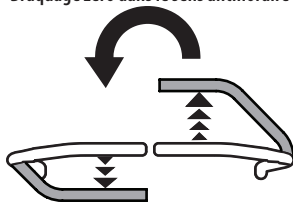

Fig. 28
- Pour tourner dans le sens antihoraire, déplacez le levier de contrôle droite de la barre abdominale vers l'avant tout en déplaçant simultanément le levier de contrôle de la barre abdominale gauche vers l'arrière (Fig. 28).